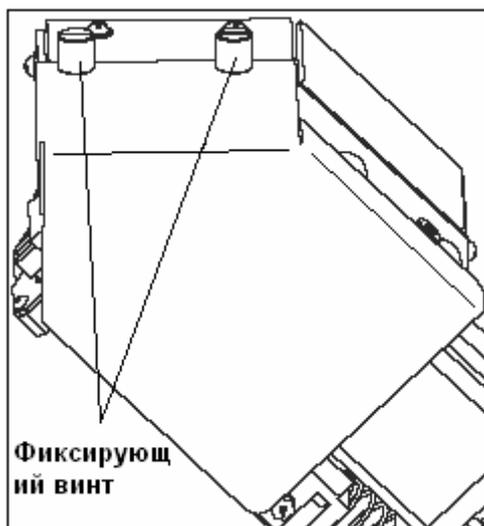

Рисунок 10-64 Крышка пробойника
1. Отключите питание анализатора. Через несколько минут откройте переднюю крышку анализатора. Чтобы снять крышку пробойника, ослабьте крепежные винты (Рисунок 10-64).